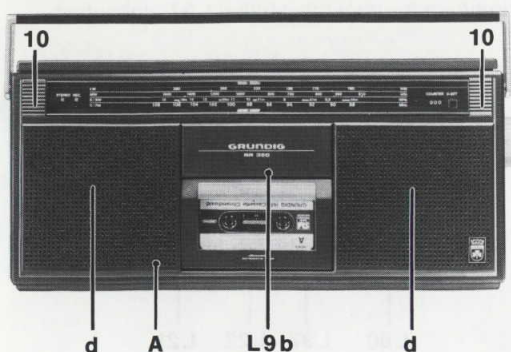

Bild 10
- Lautsprechergitter **d** (Bild 10) abnehmen.